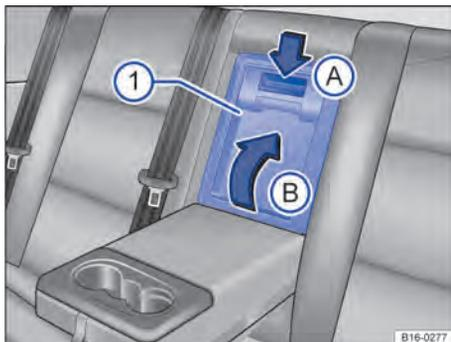

Fig. 111 No encosto do banco traseiro: abrir o dispositivo para transporte de objetos longos.
- Pressionar o botão de destravamento para baixo → Fig. 111 **A** e fechar a tampa do dispositivo para transporte de objetos longos **1** no compartimento de bagagem **B**.